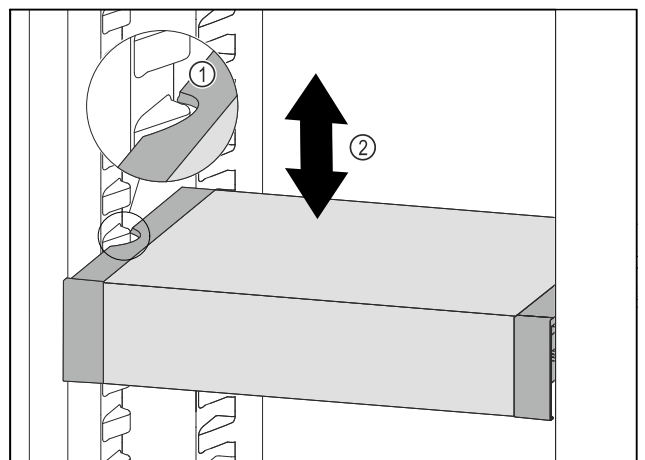

Fig. 80
- ▶ VarioSafe w chłodziarce przesunąć w górę lub w dół, aż zostanie osiągnięta żądana wysokość. Fig. 80 (2)